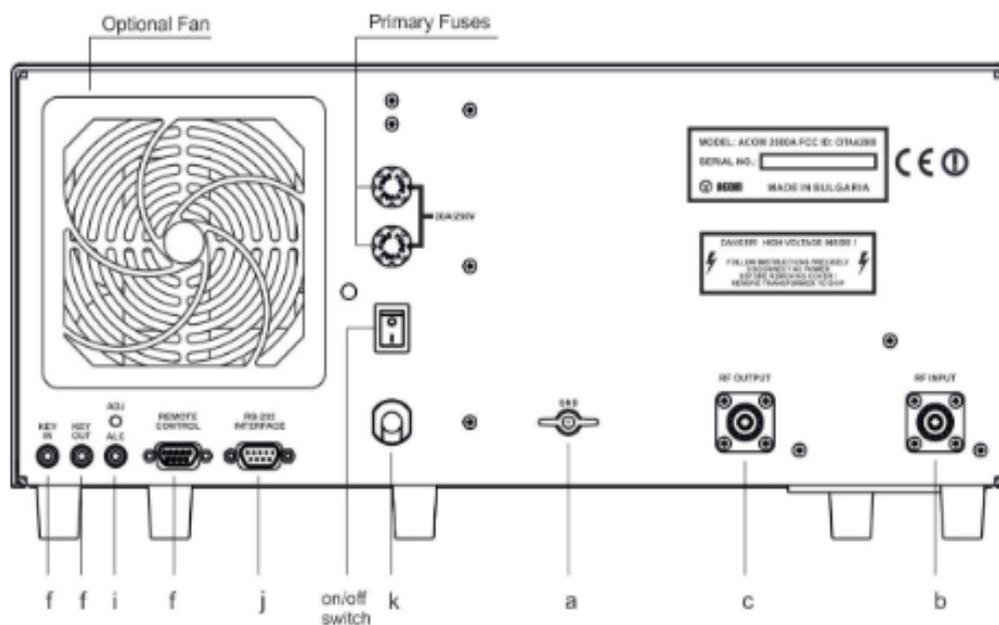
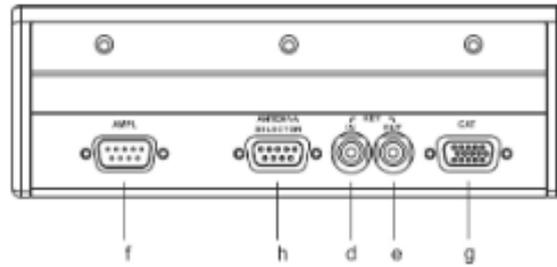
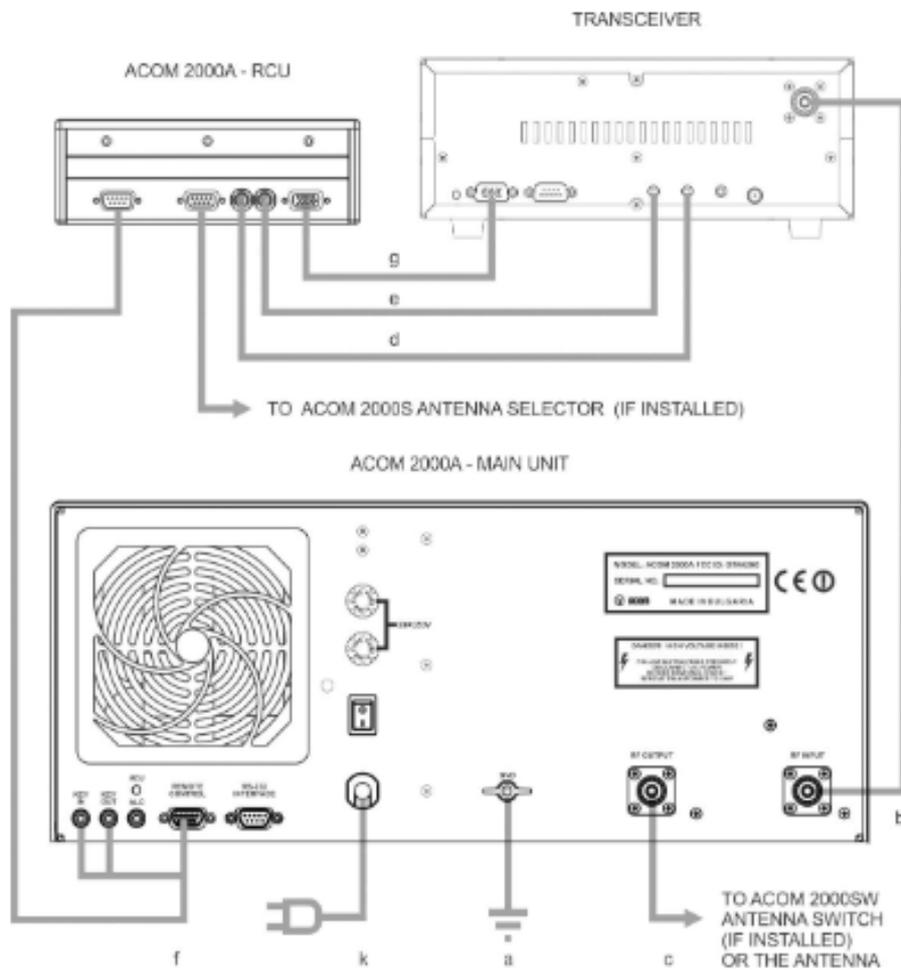

Figure 2-2 Amplifier Main Unit Connections
Figure 2-3 Amplifier Remote Control Unit Connections
Figure 2-4 Main Unit, RCU, Antenna Selector and Transceiver connections
- a) Connectez le goujon de masse de l'unité principale de l'amplificateur (sur le panneau arrière, marqué GND) au système de mise à la terre de la station (voir Figure 2-2 Connexions de l'unité principale de l'amplificateur, Figure 2-3 Amplificateur Connexions de la télécommande et Figure 2.4 Unité principale, RCU, sélecteur d'antenne et émetteur-récepteur Connexions).
Il peut être monté par le fabricant ou le revendeur sur demande (voir Figure 2-2 Unité principale de l'amplificateur Connexions).
Après avoir suivi toutes les instructions de la section 2 INSTALLATION, vous pouvez allumer l'interrupteur d'alimentation principal sur le panneau arrière (voir Figure 2-2 Connexions de l'unité principale de l'amplificateur). Le voyant rouge du panneau avant doit s'allumer et l'image apparaîtra sur la RCU (voir Figure 3-1 Unité de contrôle à distance (RCU)) :
Pour allumer l'amplificateur, tandis que l'interrupteur du panneau arrière (voir Figure 2-2 Connexions de l'unité principale de l'amplificateur) est allumé, appuyez sur le bouton ON/OFF du RCU et maintenez-le enfoncé pendant environ une seconde et vous entendrez TEST être envoyé en CW.